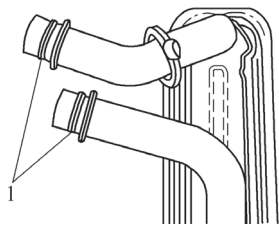

图 5-62 更新密封环
3) 如图 5-62 所示, 更新密封环 1。安装前用冷却液浸润密封环。